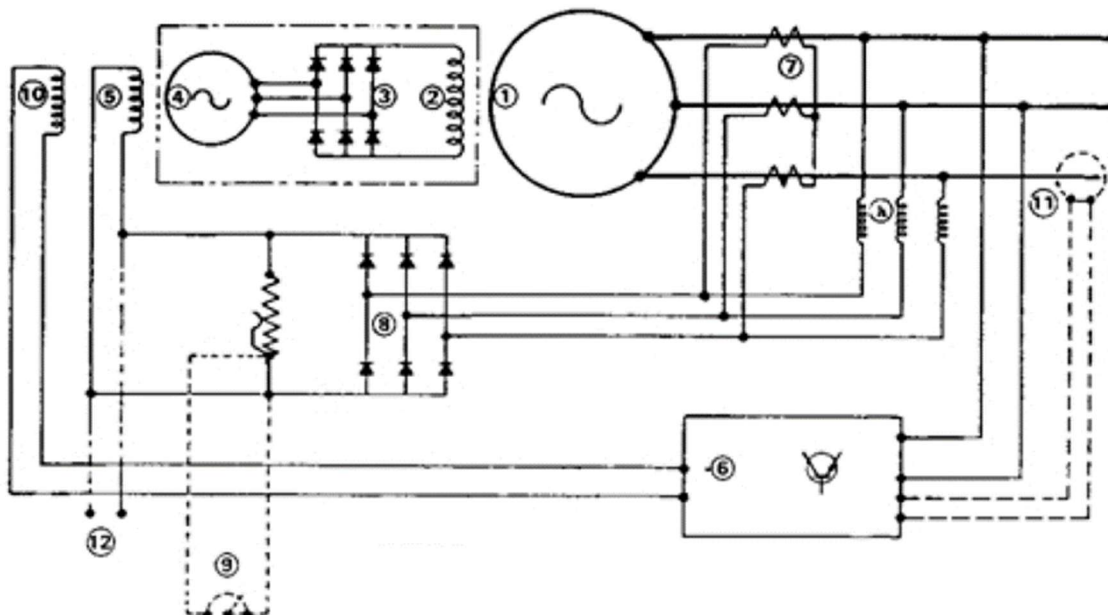

Figure 1
5. En utilisant le schéma de principe de l'alternateur ci-dessous (figure 1), identifier les composants 1 à 12 (répondre sur la copie d'examen).